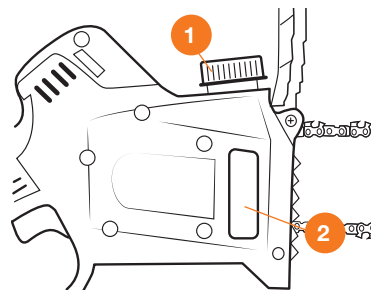

Рис. 8
Смазка цепи производится автоматически. Для этого открутите крышку масляного бака ❶, при этом будьте внимательны, не допускайте попадания в бак инородных предметов и мусора. Заполните бак маслом. Удалите остатки масла с горловины и внутренней полости крышки. Плотно закрутите крышку. Во время работы следите за уровнем масла через контрольное окно ❷ (Рис. 8).